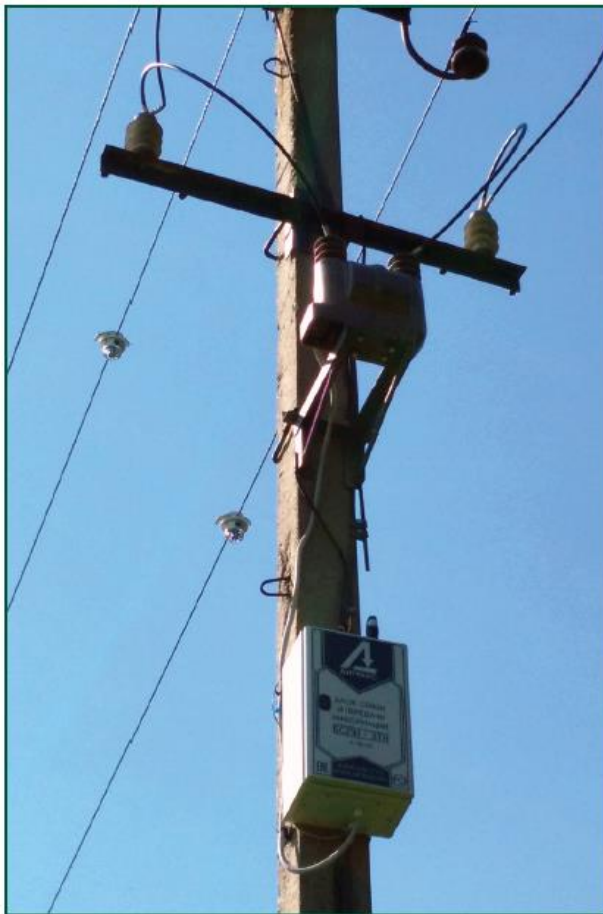

Рисунок 2 – Пример установки датчиков и БСПИ-3Л-ТН
1.5.1 Установка датчиков и БСПИ-3Л-ТН на ВЛ (см. Рисунок 2):